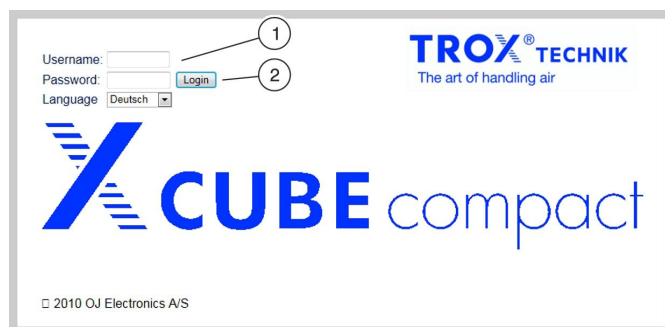

Рис. 43: Авторизация на веб-сервере
1. ▶ Введите имя пользователя (Рис. 43/1).
3. ▶ Выберите кнопку «Login» (Рис. 43/2).